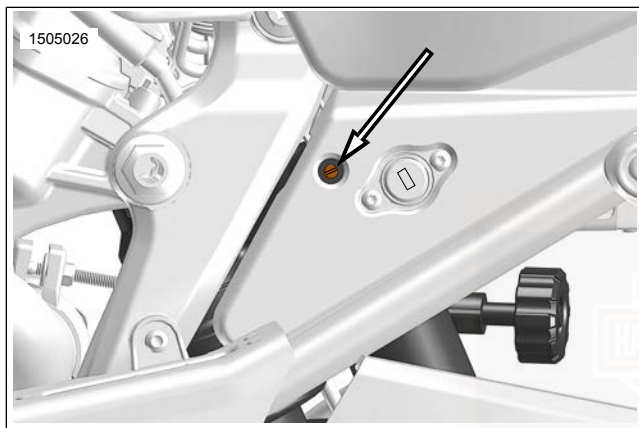

Abbildung 16. Kompressionseinsteller
1. Siehe Abbildung 16. Mit einem Schlitzschraubendreher den Druckstufeneinsteller im Uhrzeigersinn in Richtung H (hart) bis zum Anschlag drehen. Das ist die maximale Druckstufendämpfungseinstellung.